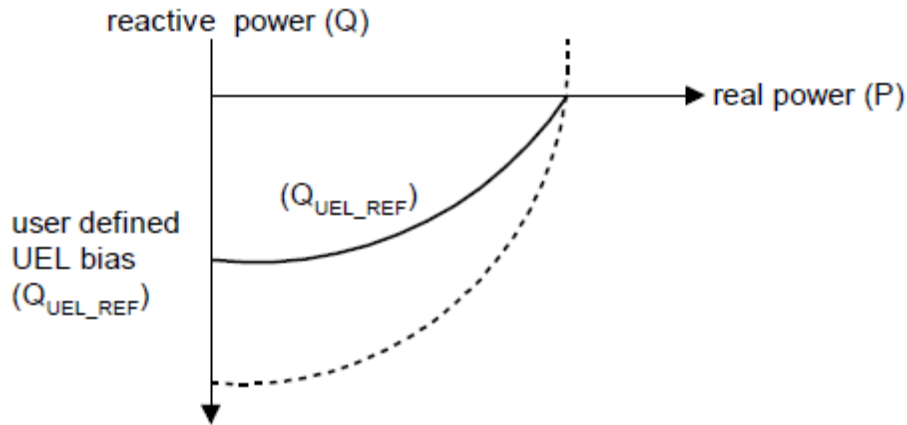

图34-7. 欠励限制器参考
- 内部 UEL 工作特性旨在模拟 PQ 平面上限制器的特性，如图34-7所示。UEL 参考值 (Q\_UEL\_REF) 是根据用输入参数“UEL 偏置 (QBIAS)”和有功功率 (P) 生成的，如下式所示，P 和 QBIAS 按位运算：